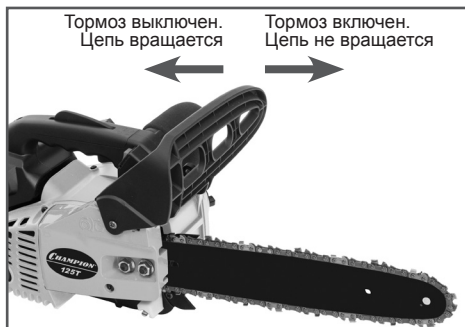

Рис. 6 Проверка механического тормоза цепи
Тормоз цепи выключен (цепь может вращаться), когда ручка тормоза взведена (Рис. 6).
Тормоз цепи включен (цепь не имеет возможности вращаться), когда ручка тормоза находится в отжатом положении (Рис. 6).
3. Используя тормоз цепи, переместить левое запястье от себя и нажать им на ручку тормоза, не отпуская рукой переднюю рукоятку бензопилы (Рис. 6).
- Введите ручку тормоза (Рис. 6).
4. Убедитесь, что тормоз цепи включен (цепь заторможена), как показано на Рис. 6.
После запуска двигателя немедленно выключите тормоз пильной цепи. Для этого потяните ручку тормоза на себя до щелчка (Рис. 6). Будьте осторожны, цепь начнет движение.